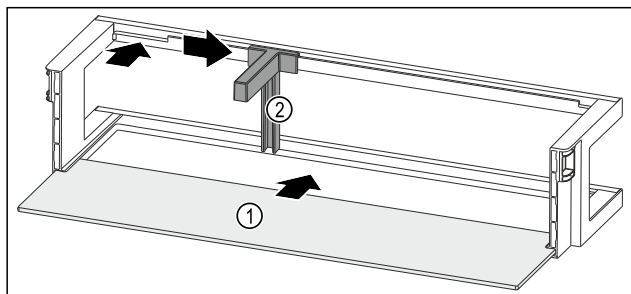

Fig. 135 Türabsteller mit Abstellfläche
- ▶ Abstellfläche Fig. 135 (1) in die seitlichen Aussparungen einschieben.
- ▶ Flaschenhalter Fig. 135 (2) in die Aussparung einsetzen.
- ▶ Flaschenhalter Fig. 135 (2) in gewünschte Position zur Seite schieben.